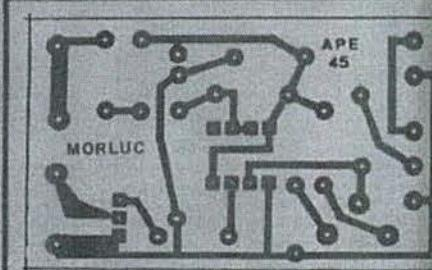

Fig. 2
- FIG. 2 - LAY OUT DA PLACA ESPECÍFICA DE CIRCUITO IMPRESSO - Em tamanho natural (escala 1:1), a figura mostra o padrão cobreado de ilhas e pistas, dispostos sobre a plaquinha de 5,9 x 3,5 cm. As partes vistas em preto correspondem às áreas cobreadas, como é convencional... O que estiver em branco refere-se às áreas livres da película cobreada...